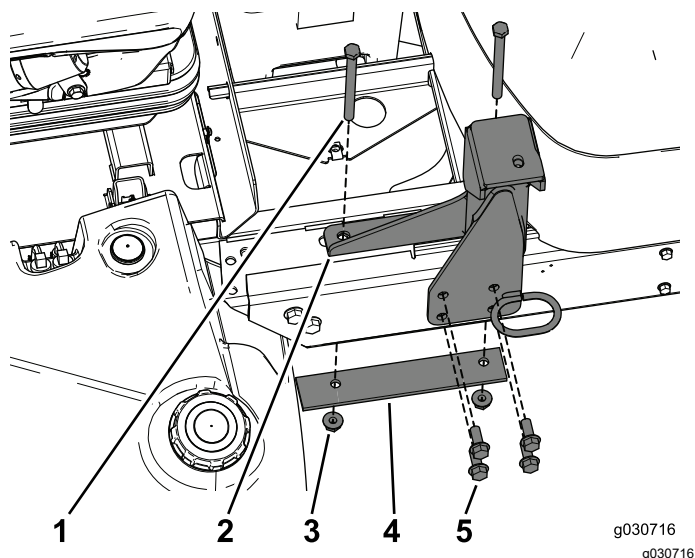

図 20
1. 新しい金具を使って左後マウントをフレームに固定する 図 20。